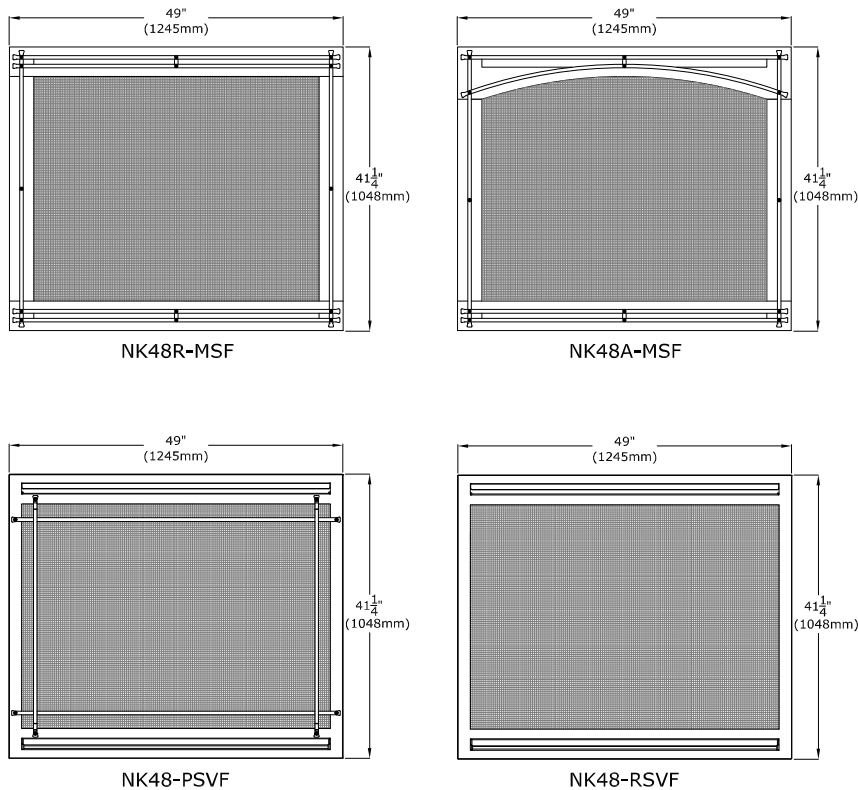
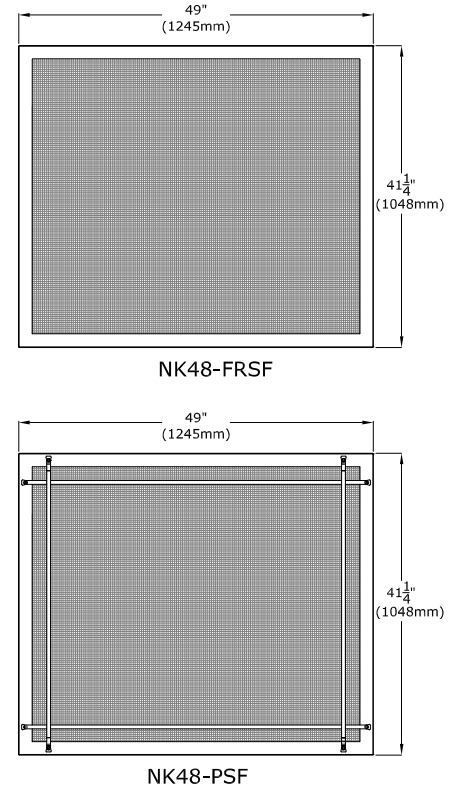

Figure 2.2 - Écrans pare-étincelles (Groupe 1)
Figure 2.3 - Écrans pare-étincelles (Groupe 2)
IMPORTANT : L'utilisation des écrans NK48-PSF et NK48-FRSF (Figure 2.3) est approuvée SEULEMENT lorsque le foyer Nordik 48 DV est installé avec un kit Komfort Zone approuvé (kit KZK-045).
Les (4) écrans pare-étincelles de la Figure 2.2 sont approuvés pour toutes les options d'installation.
- L'installation standard sera décrite aux sections du manuel marquées «Installation standard» et doit être suivie si aucune option d'installation (kit Komfort Zone) n'est utilisée. La hauteur minimum du plafond et de l'enceinte du foyer doit être de 80 po (2032 mm) pour une installation standard. Seuls les écrans pare-étincelle de la Figure 2.2 sont permis pour cette option d'installation.
- Le kit Komfort Zone (KZK) permet de redistribuer la chaleur radiante à travers le(s) plénum(s). Ceci permet d'avoir des matériaux de façade combustibles au-dessus du foyer, de réduire la chaleur pour une télévision au-dessus du foyer et de réduire les dégagements du manteau du foyer. Voir la Section 4.0 Système de distribution de chaleur. Si vous installez un kit Komfort Zone (KZK-045), les exigences d'encadrement peuvent différer des dimensions d'encadrement standard de cette section. Veuillez consulter le manuel fourni avec votre kit, avant de faire l'encadrement du foyer et toutes autres considérations d'installation. La hauteur minimum du plafond et de l'enceinte du foyer doit être de 86 po (2184 mm) pour l'option du kit Komfort Zone (KZK). Les écrans pare-étincelles de la Figure 2.2 sont permis pour l'installation standard ou en utilisant un Kit Komfort Zone approuvé, alors que les écrans pare-étincelles de la Figure 2.3 ne sont permis qu'avec un kit Kozy Zone approuvé.